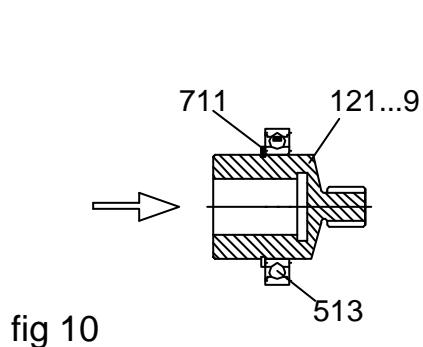

fig 10
1- Montamos el rodamiento del piñón de entrada (513) sobre el piñón (121...9) y a continuación colocamos el anillo seeger (711).(fig.10).